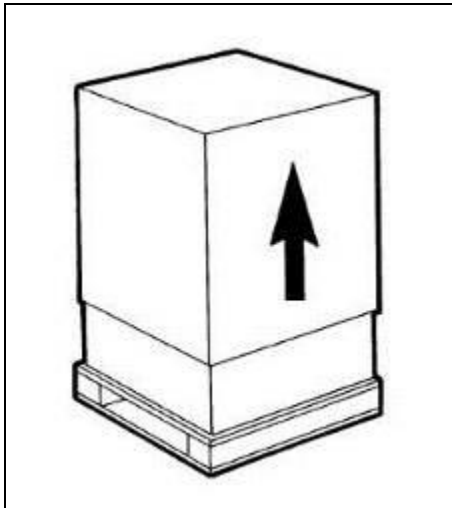

Fig. 18
a) Dopo aver tolto l'imballo **conservarne tutti gli elementi per lo stoccaggio invernale** ed assicurarsi dell'integrità dell'apparecchio (fig.18).